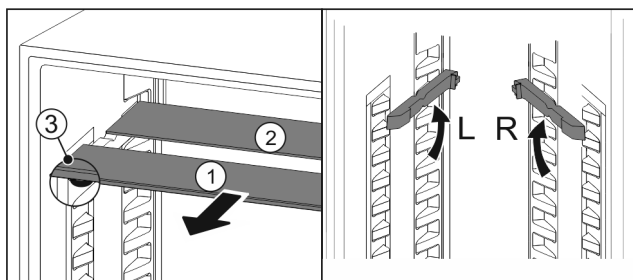

Fig. 107
- Izvucite Fig. 107 (1) staklene ploče jednu po jednu prema naprijed.
- ▷ Staklena ploča Fig. 107 (1) s ukrasnom letvicom nalazi se sprijeda.
- ▷ Zaustavljači Fig. 107 (3) su usmjereni prema dolje.